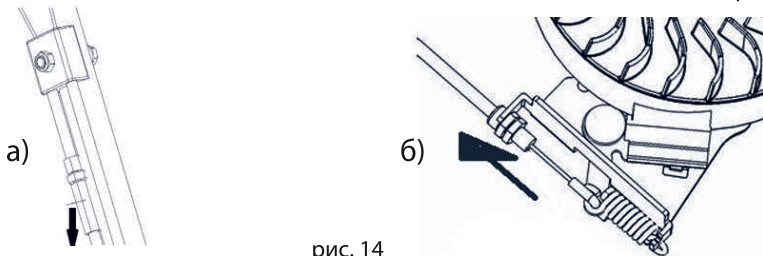

рис. 14
- При ослаблении преднатяжения рычага привода колес, необходимо натянуть соответствующий трос, покрутив гайку - см. рис. 14 (а).
- При ослаблении преднатяжения рычага остановки двигателя, необходимо натянуть соответствующий трос, покрутив гайку - см. рис. 14 (б).